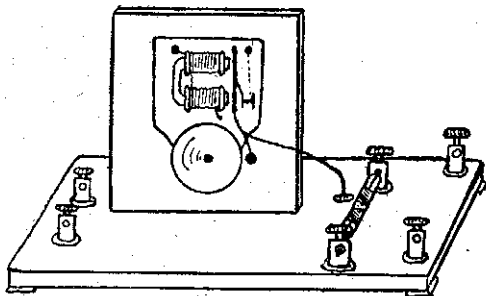

fig. 3.
4.° SUONERIA E COHERER. — Per una piccola stazione da diletanti, è conveniente usare per avvisatore una comune suoneria elettrica. Questa, oltre che ad avvantaggiare l'estetica, serve anche, dietro leggera modificazione, a decoherizzare il coherer, per cui si può fare a meno del martelletto vibrante, che comporterebbe una inutile complicazione. Infatti aggiungendo a quello della suoneria un secondo martelletto più lungo, con battente di legno, si può, disponendo convenientemente il coherer, surrogare vantaggiosamente il decoherizzatore. Il diletante potrà facilmente costruirsi da sé tale dispositivo, disponendo i diversi apparecchi come nella fig. 3. Su di una bassetta di legno di dimensioni convenienti, pianterà da un parte, per mezzo di viti, una seconda assicella, più piccola e tale da poter contenere su di un suo lato un comune campanello elettrico. Questo sarà bene comprarlo, non essendo punto pratico costruirsene uno da sé, dato il modico prezzo a cui essi sono in commercio (1,50 a 3,00 lire). Dopo averne levato il coperchio, vi si praticheranno (col trapano o col succhiello) due fori tali da poter contenere due viti che serviranno a fissarlo all'assicella, e quindi, presso il battente, si salderà un filo di ottone di 1-2 mm. di diametro e lungo 7-10 cm., alla cui estre-